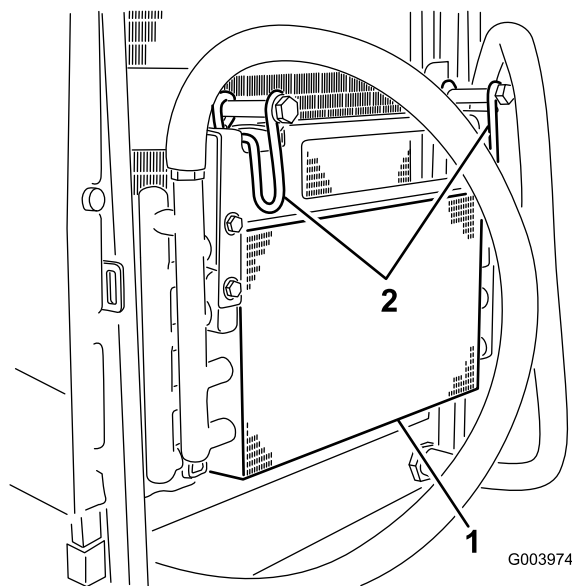

Figure 70
5. Pivotez les verrous vers l'intérieur pour dégager le refroidisseur d'huile (Figure 70).